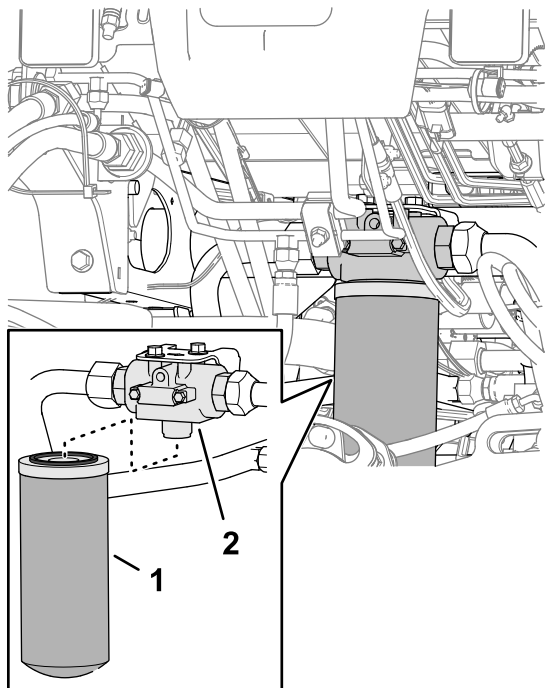

Figure 145
2. Placez un bac de vidange sous le filtre de retour, à l'avant de la machine (Figure 145).